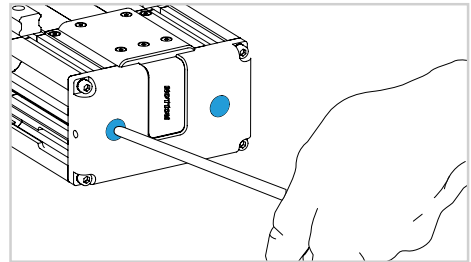

Abb. 10
11) Entfernen Sie die Schrauben der Umlenkriemenscheibe (Abb. 10).